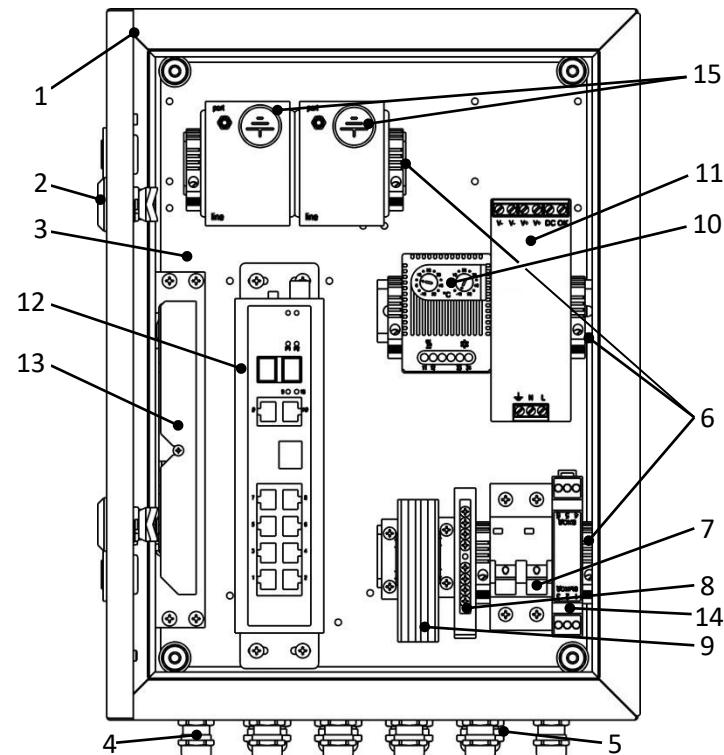

Рисунок 1 – Устройство шкафа
Шкаф представляет собой сварную конструкцию, состоящую из корпуса и дверцы оклеенной уплотнителем, корпус и дверца утеплены изолоном фольгированным. Внутри корпуса на монтажной панели установлено оборудование (см. раздел 2 и рисунок 1), обеспечивающее работу IP-устройств (до 8 шт.) с питанием по PoE, передачу данных по оптическому кабелю, а также обогреватель с термостатом и блоки грозозащиты.
2. Комплектация (см. рисунок 1)